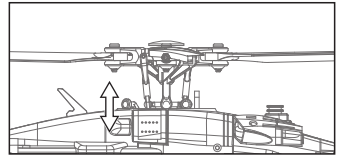

図2. 機体を左側面から見た図
2. エレベータスティック(モード1:左スティック、モード2:右スティック)を上下に動かすとエレベータサーボのリンクージロッドが上下します(図2)。動作に引っ掛かりや異音がないか確認します。